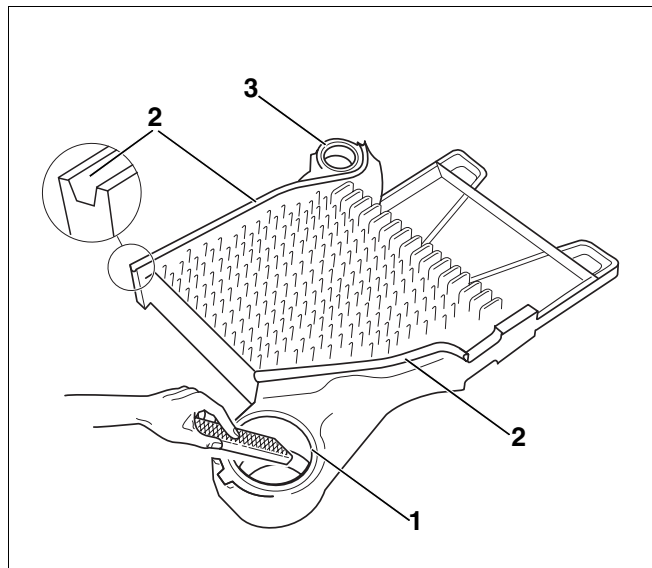

Рис. 6 Зачистка ступицы котла
- Положить на пол конечную секцию с ребрами (рис. 6).
- Очистить ступицы котла (рис. 6, **поз. 1 и 3**) наждачной бумагой и ветошью.
- При наличии заусенцев на ступицах (рис. 6, **поз. 1 и 3**) зачистить их напильником.
- При необходимости прочистить пазы для уплотнений (рис. 6, **поз. 2**) проволоочной щеткой и ветошью.